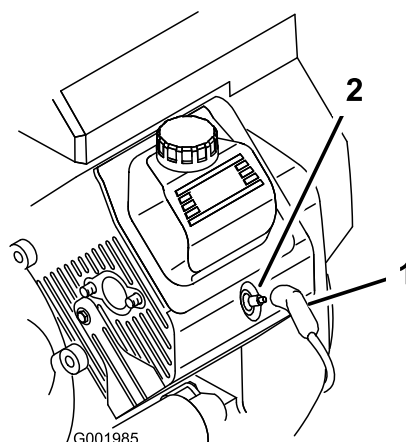

Рисунок 44
3. Снимите провода со свечей зажигания (Рисунок 44).
3. Наденьте провода на свечи зажигания (Рисунок 44).